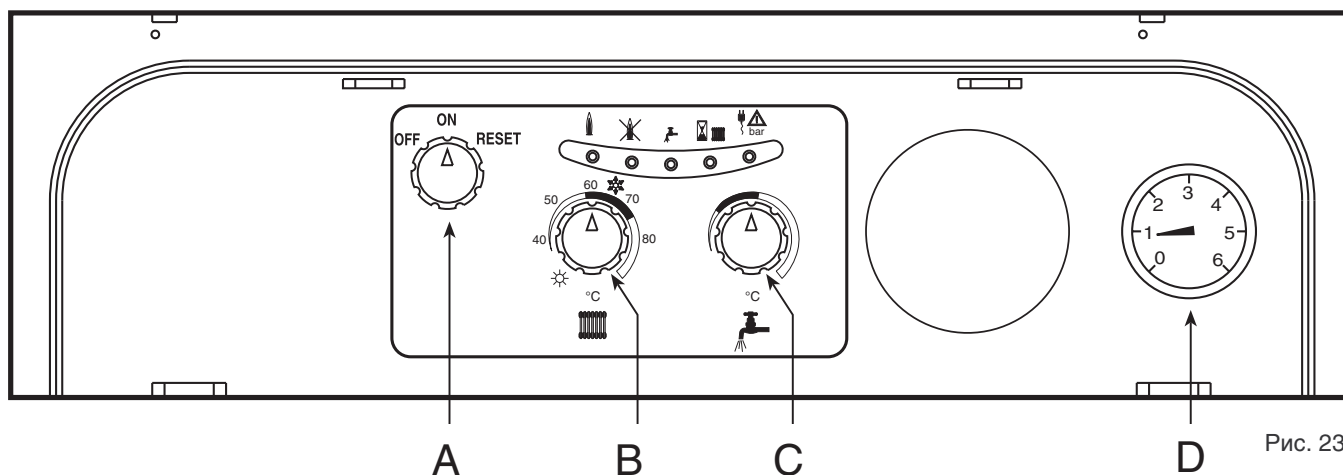

Рис. 23
### "ЗИМА" (Рис. 23)
### "ЛЕТО" (Рис. 23)
После этого необходимо выбрать режим работы котла: отопление и ГВС или только ГВС. Если выбран первый режим работы: отопление + ГВС, установить ручку В (рис. 23) в положение "ЗИМА" что соответствует значению выше 50°C и задайте необходимое значение на термостате помещения. После этого произойдет розжиг горелки, и котел будет работать в автоматическом режиме, контроль выполняется регулируемыми и предохранительными приборами.
Если же выбран второй режим работы: только ГВС, установить ручку В(рис. 23) на позицию "ЛЕТО":с этого момента котел готов к автоматической работе.
**Замечание** - Если после корректного завершения процедуры запуска, не происходит розжиг и котел отключается, подождите 15 секунд, потом поверните ручку А (рис. 23) в положение "RESET". Перезапуск электронного блока управления, приведет к повторению цикла запуска. Если после второй попытки, не будет происходить розжиг, обратитесь к разделу "Устранение неисправностей"
Регулирование температуры воды системы отопления производится путем поворота соответствующей ручки (рис. 23 - дет. 2). При повороте ручки по часовой температуре температура воды отопления возрастает, против часовой стрелки - снижается. Температура может варьироваться от минимального 35°C до максимального 85°C. Рекомендуем не эксплуатировать котел при температуре ниже чем 45°.